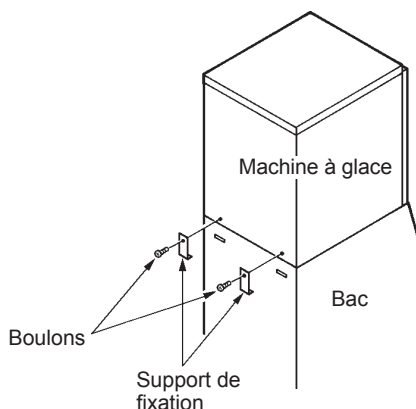

Fig. 4
- 4) Fixer la machine à glace sur le bac de stockage au moyen des deux supports de fixation et des deux boulons fournis. Voir fig. 4.